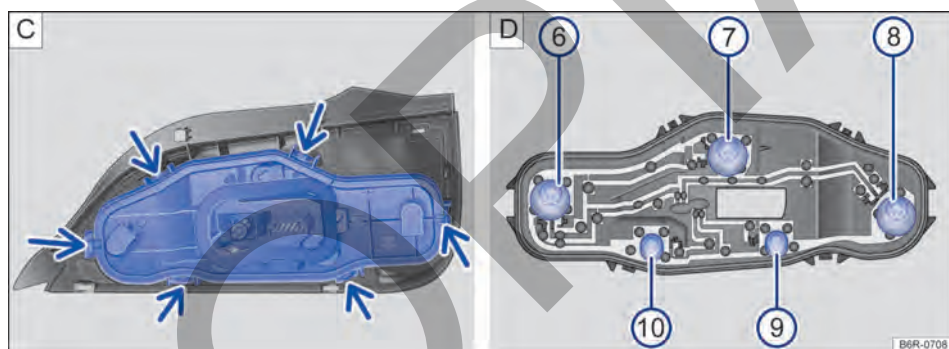

Fig. 107 Linterna trasera: C: desinstalar el soporte de la lámpara, D: desinstalar la bombilla.
9. Para desbloquear el soporte de las lámparas, presionar cada pestaña de encastre de bloqueo (flechas) → **fig. 107 C** en el sentido de las flechas.
11. Para retirar las bombillas quemadas → **fig. 107 D**, presionar la lámpara contra el soporte y girarla en **sentido antihorario** para desmontarla.
15. Instalar el soporte de las lámparas en la linterna trasera. Las pestaña de encastres de bloqueo → **fig. 107 C** (flechas) deben encajar de forma audible.
La ubicación e identificación de las bombillas → **fig. 107 D** están relacionadas a continuación: